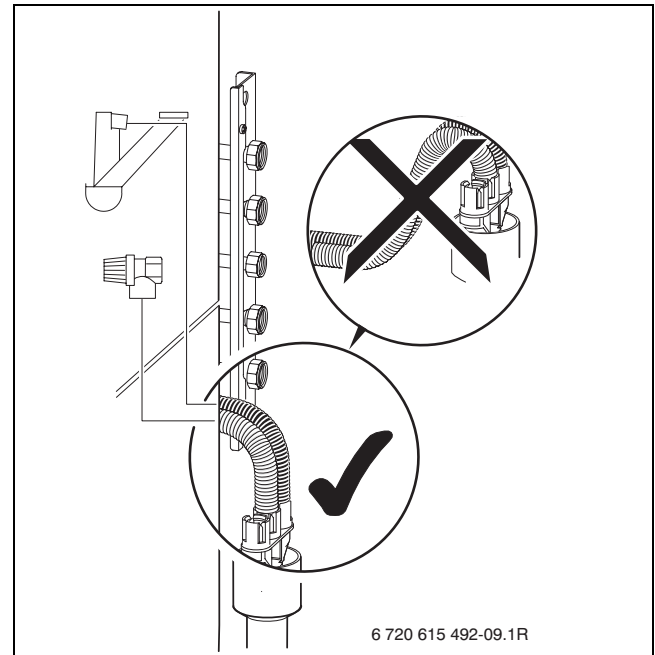

Bild 16
- ▶ Schlauch vom Sicherheitsventil an Ablaufgarnitur anschließen (→ Bild 16, Seite 24).